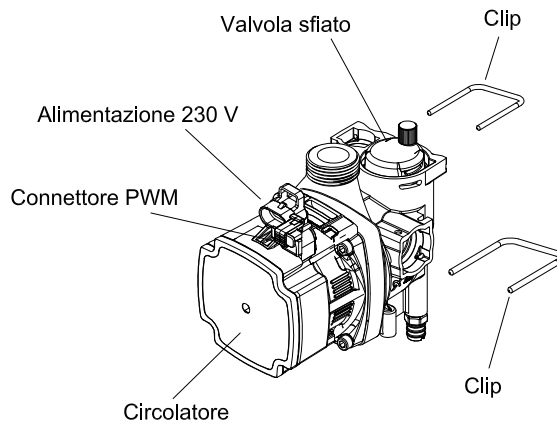

Fig. 34
7.12 - SOSTITUZIONE CIRCOLATORE (Fig. 34)